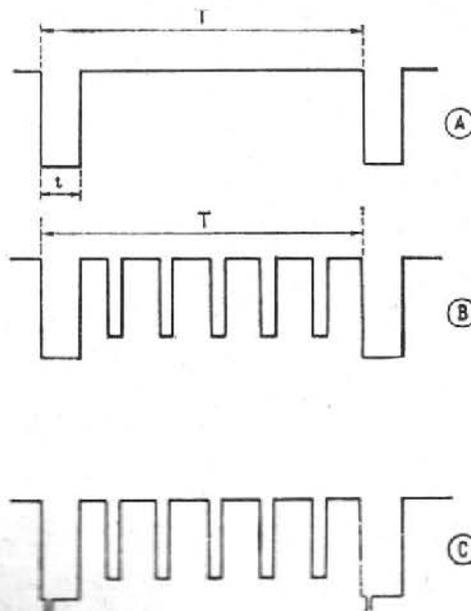

FIG. 2
du secteur de 50 c/s par l'intermédiaire d'un condensateur de 50 000 pF relié à l'enroulement 6,3 V de chauffage du transformateur d'alimentation. Ce multivibrateur délivre des signaux de blanking image, correspondant à un signal noir à la fin de chaque demi-image pendant le retour du spot. On a donc 50 signaux de blanking par seconde. La figure 2
de barres horizontales. Les tensions correspondantes sont appliquées à sa grille de commande par un condensateur de 0,1 μ F en série avec une résistance de 22 k Ω (blanking) et par un condensateur de 0,02 μ F, en série avec une résistance de 270 k Ω (générateur de barres). La figure 2 b montre la tension de sortie théorique de cet étage dans le cas d'un réglage de P₁ correspondant à 5 barres horizontales. La grille n° 1 est portée à une tension légèrement positive par le pont 22 M Ω - 470 k Ω entre + HT et masse afin d'égaliser les niveaux des signaux par écrêtage.
La double triode 12AT7 (1) a l'un de ses éléments monté en diode. On applique à cette diode les signaux de blanking différenciés par la cellule 1500 pF 220 k Ω , la diode ayant pour effet de ne laisser que les impulsions d'un sens déterminé qui sont appliquées sur la grille n° 3 de la partie heptode d'une ECH81, mélangeuse des signaux de synchronisation image. La charge de 2,7 k Ω étant commune aux deux anodes de l'EF80 et de la partie heptode ECH81, on obtient à la sortie le signal de la figure 2 c dans le cas de 5 barres horizontales.